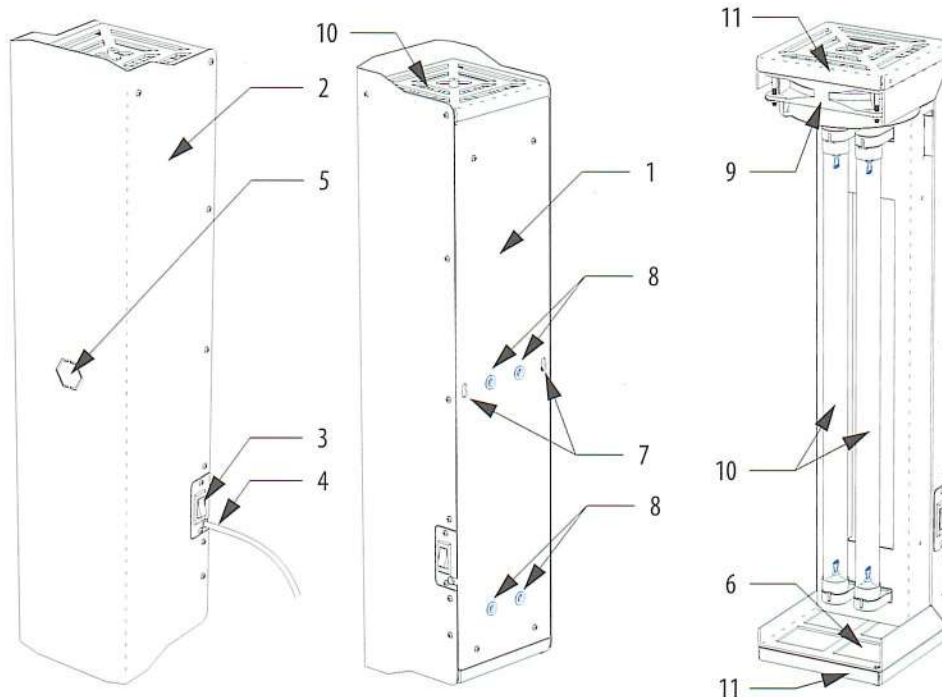

Рисунок 1. Общая конструкция очистителя воздуха ОВУ-03.
- 6.3. Измерьте межцентровое расстояние между проушинами 7 (см. рис. 1). С помощью уровня и линейки (рулетки) разметьте на стене отверстия для монтажа. Выбирайте крепёж в соответствии с материалом стен: шурупы для деревянных стен или стен из древесных материалов; дюбеля с шурупами для бетонных, кирпичных или газосиликатных стен; специальный крепёж для стен из ГКЛ.